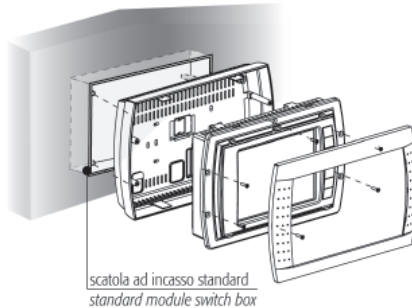

Fig. 3
Il montaggio a parete del terminale prevede l'iniziale fissaggio del retro contenitore (Fig. 3) ad una scatola da incasso standard 12/14 moduli (rif. normativa CEI23-48 – IEC60670).
- Pre-agganciare il frontale al retro contenitore: fissare il tutto come illustrato in Fig. 3, utilizzando le 4 viti a testa svasata presenti nel sacchetto anch'esso all'interno dell'imballo;